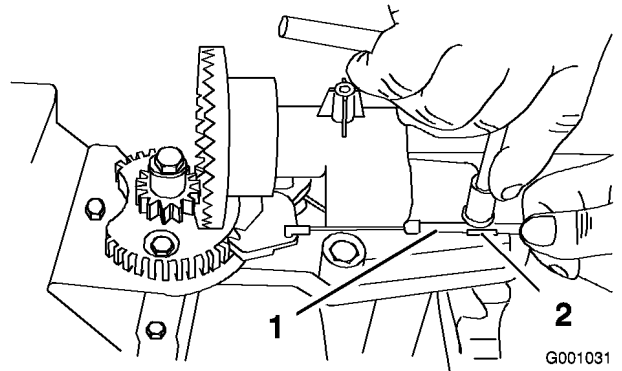
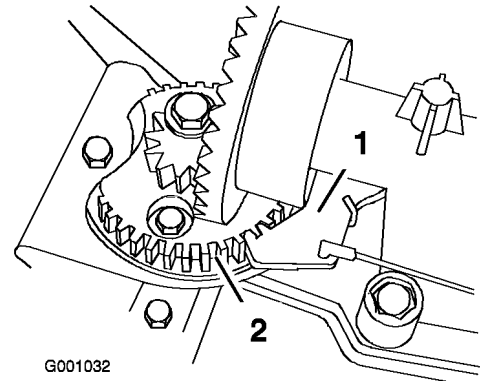

Figura 55
Figura 56
2. Allentate il bullone sul serrafilto per cavi (Figura 55).
3. Afferrate la guaina del cavo e spostatela verso la parte anteriore della macchina finché il fermo del camino di scarico non s'innesta completamente nei denti degli ingranaggi (Figura 55 e Figura 56).
Nota: Il fermo a molla si inserisce automaticamente tra i denti degli ingranaggi (Figura 56).